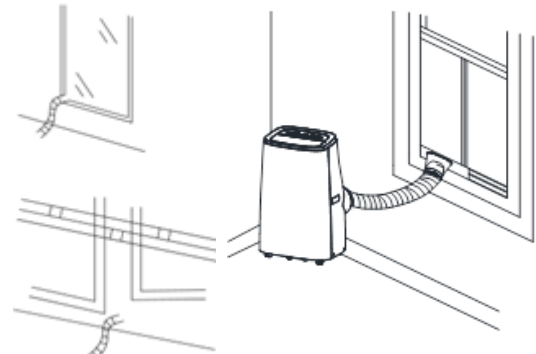

Abb.3
- Temporäre Installation des Abluftschlauchs: Bitte führen Sie das freie Ende des Abluftschlauchs aus Ihrem Fenster heraus (siehe Abb.3).